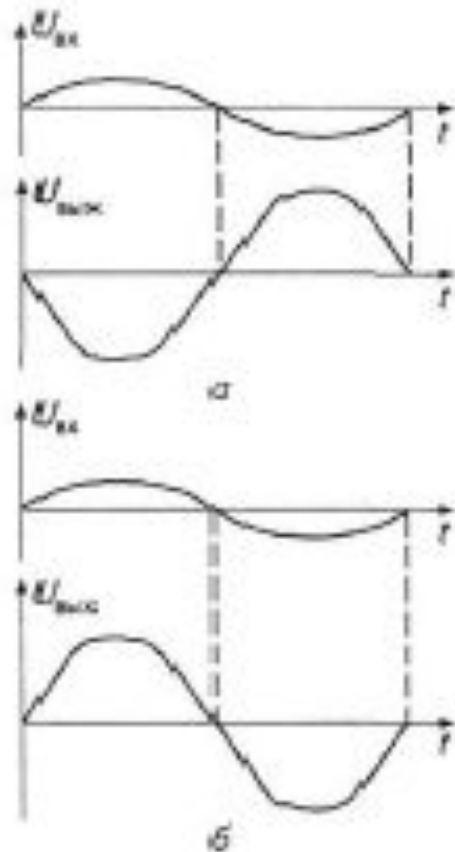

Рис. 4.42. Временные диаграммы входных и выходных сигналов ОУ:
- Входные каскады ОУ представляют собой дифференциальные усилители и имеют два входа: инвертирующий и неинвертирующий (рис. 1). На инвертирующий вход подается входной сигнал $U_{вх1}$. Этот сигнал находится в противофазе с выходным $U_{вых}$ (рис. 4.42, а). Сигнал, поданный на неинвертирующий вход ($U_{вх2}$), синфазен с выходным сигналом (рис. 4.42, б). Следовательно, при наличии двух входных сигналов выходной сигнал определяется следующим образом: